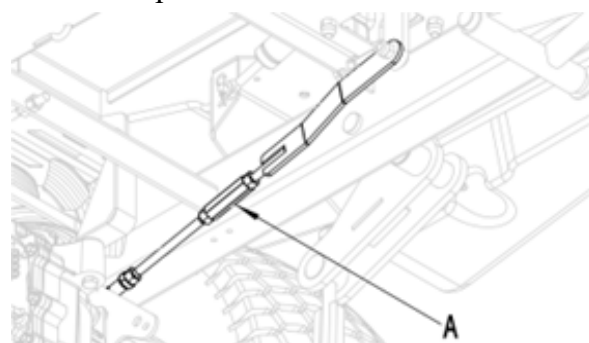
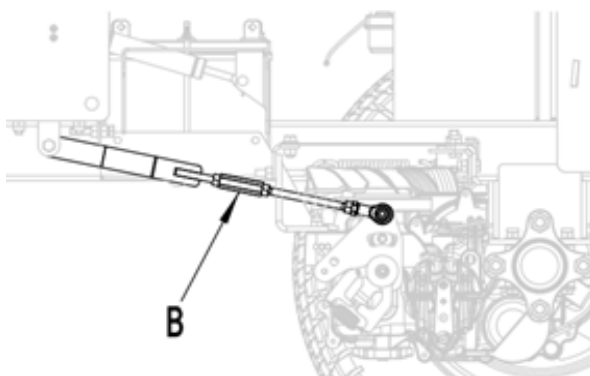

Рис. 22
Рис. 23
7.5.4 Если левое колесо вращается по часовой стрелке (вид снаружи, см. рис. 22), ослабьте регулировочный болт (см. позицию В на рис. 23) против часовой стрелки, пока колесо не перестанет вращаться. Если оно вращается против часовой стрелки, поверните гайку по часовой стрелке.